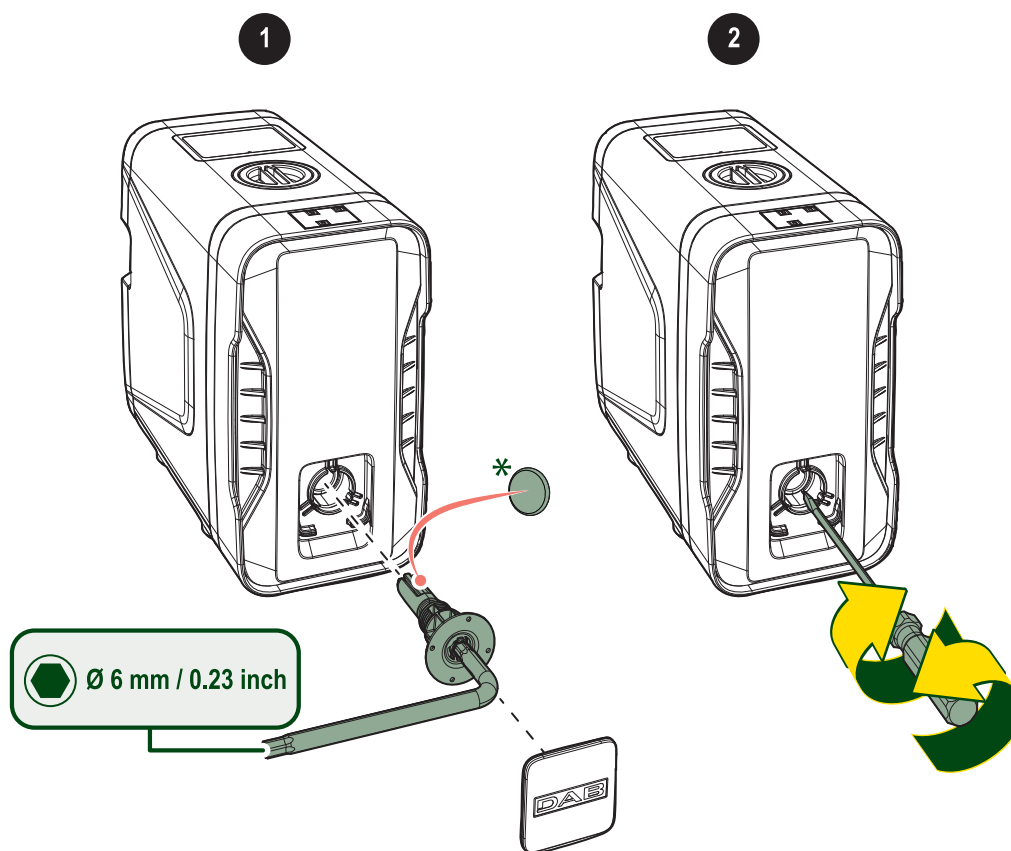

Fig. 21 Accès arbre moteur
- retirer le bouchon d'accès à l'arbre moteur avec une clé hexagonale de 6 mm (voir Fig. 21 Accès arbre moteur)